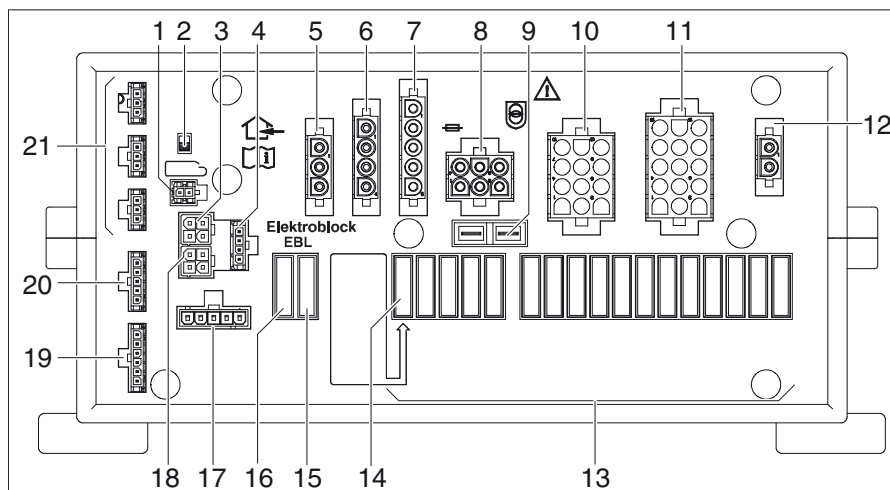

Bild 257 El-block (EBL 402/403)
El-blocket EBL 402/403 (Bild 257) finns i det bakre förvaringsutrymmet på höger sida.
- ▷ Batteribrytaren (Bild 257,2) skiljer alla förbrukare som är anslutna på el-blocket från 12V-nätet.
- Stäng av och sätt på batteribrytaren (Bild 257,2) tre gånger i följd.